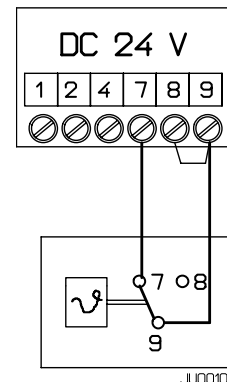

Fig. 23
8.8.4b. Indirect verwarmde boiler met thermostaat (fig. 23)